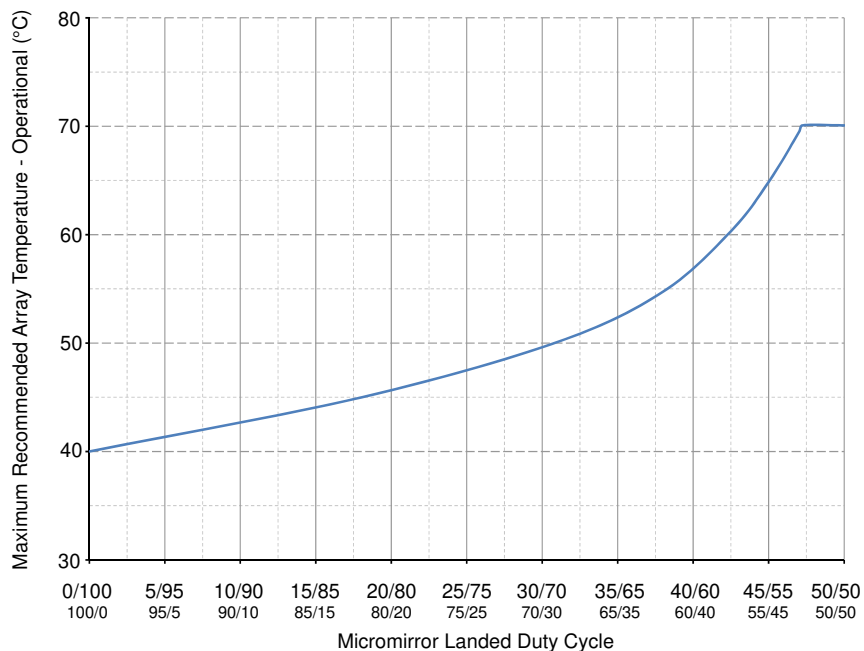
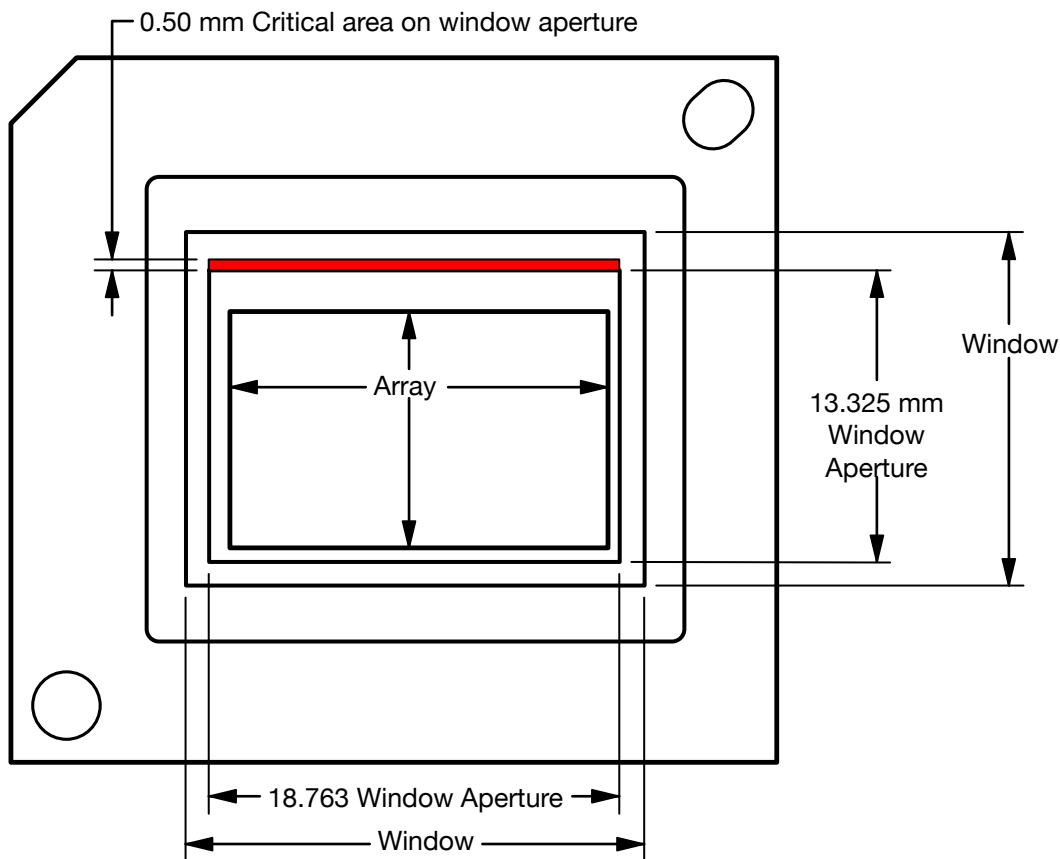

図 5-1. 推奨最大アレイ温度—ディレーティング曲線
図 5-2. イルミネーション オーバーフィル ダイアグラム - クリティカル エリア
- (10) 図 5-1 に示すように、最大動作アレイ温度は、最終アプリケーションにおいて DMD が受けるマイクロミラーの着地デューティサイクルに基づいてディレーティングする必要があります。マイクロミラーのランデッド デューティサイクルの定義については、「マイクロミラーのランデッド オン/ランデッド オフ デューティサイクル」を参照してください。
- (11) 短期は、デバイスの有効寿命全体にわたる合計累積時間です。
- (12) デバイスが「高温の露点温度範囲」にない経時的な平均値 (保存や動作を含む)。
- (13) 保存時および動作時の高温範囲で露点温度への曝露は、 CT_{ELR} の合計累積時間未満に制限されます。
- (14) 図 5-2 で定義されている領域に適用されます
- (15) DMD のアクティブ領域は、DMD デバイス アセンブリの構造を通常の視界から覆い隠す、DMD ウィンドウ面の内側にある開口部で囲まれています。開口部は、いくつかの光学条件を想定した大きさになっています。アクティブ アレイの外側を照らすオーバーフィル光は散乱し、DMD を使用する最終アプリケーションの性能に悪影響を及ぼす可能性があります。アクティブ アレイの外部に入射する光の光束を最小限に抑えることが、照明光学システム的设计要件となっています。システムの光学アーキテクチャとアセンブリ許容誤差によっては、アクティブ アレイの外側のオーバーフィル光量がシステム性能の劣化を引き起こす可能性があります。
- (16) 計算方法については、「ウィンドウ開口照度オーバーフィル計算」を参照してください。
- (17) DMD に入射する最大許容光出力は、規定された各波長範囲における最大光出力密度とマイクロミラー アレイ温度 (T_{ARRAY}) によって制限されます。
- (18) 計算については、「マイクロミラー電力密度の計算」を参照してください。